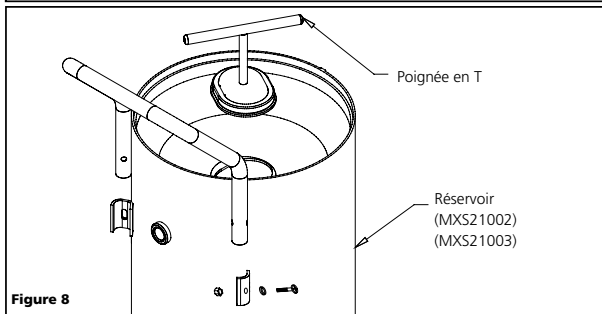
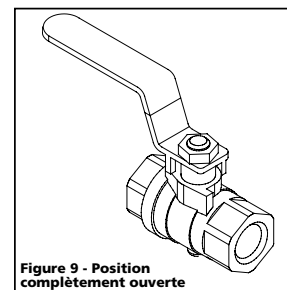

Figure 8
Figure 9 - Position complètement ouverte
- En tirant la poignée en T (voir figure 8), ouvrir complètement la soupape à bille à poignée bleue (voir figure 9). L'air comprimé remplira le réservoir et le filtre.